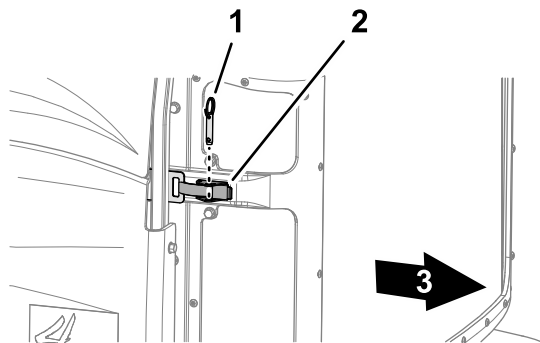

Figure 63
2. Retirez la goupille sphérique du verrou de la grille (Figure 63).